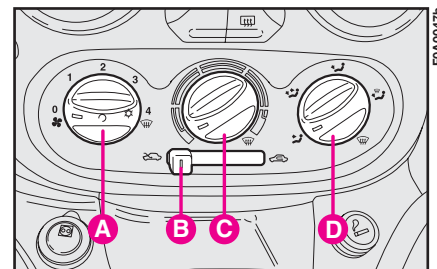

fig. 78
Se il veicolo è dotato di climatizzatore manuale, per accelerare il disappannamento si consiglia di regolare i comandi come descritto sopra e premere la manopola **A-fig. 78**.
### COMANDI fig. 78
**AVVERTENZA** Il climatizzatore manuale è molto utile per accelerare il disappannamento, perché deumidifica l'aria. È sufficiente regolare i comandi per la funzione disappannamento (vedere capitolo precedente) e attivare il climatizzatore manuale, premendo la manopola **A-fig. 78**.
5) Climatizzatore: premere la manopola **A-fig. 78**.